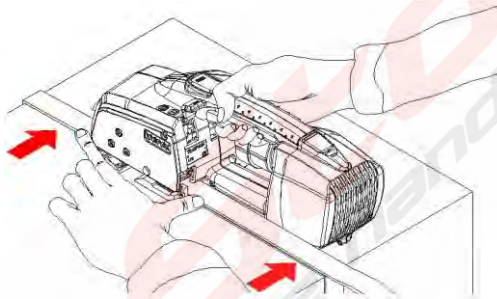
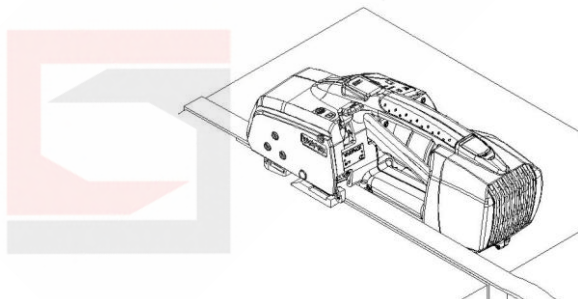

FIGURE 11. Pousser les parties de bande le plus loin à l'intérieur de la fente.
FIGURE 12. Relâcher le levier de commande
**Alignement rapide des bandes :** Veuillez vous servir de deux doigts (pouce et index) de la main gauche pour pousser les parties de bande le plus loin à l'intérieur de la fente afin d'obtenir un alignement rapide des bandes, comme indiqué sur la (FIGURE 11) . Veuillez vous assurer que **l'extrémité avant de la bande sort du bras de tension**. Sinon, la bande ne sera pas mise en tension. Relâcher le levier de commande comme indiqué sur la (FIGURE 12).